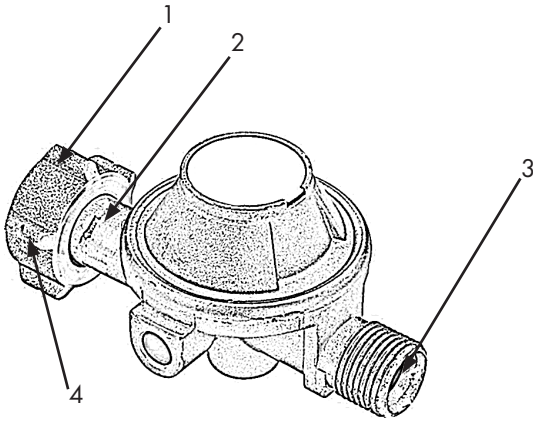

Figure 4 : Détendeur à gaz
- Les joints et les filetages doivent être exempts de saleté ou d'impuretés (3, fig. 4 et 5).
- Serrez l'écrou (4, fig. 4) et l'écrou fileté uniquement à la main.